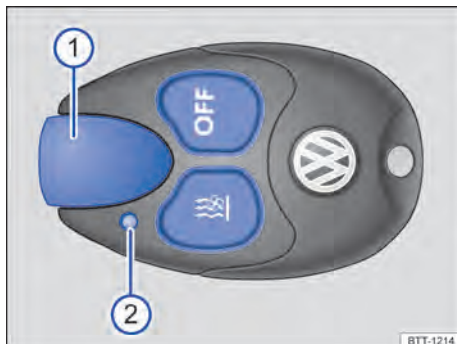

Fig. 250 Aquecimento estacionário: controle remoto.
- **Ligar:** pressionar o botão **(☀)** → Fig. 250. Se a luz de controle ficar acesa por aproximadamente 2 segundos na cor verde, o aquecimento estacionário estará ligado.